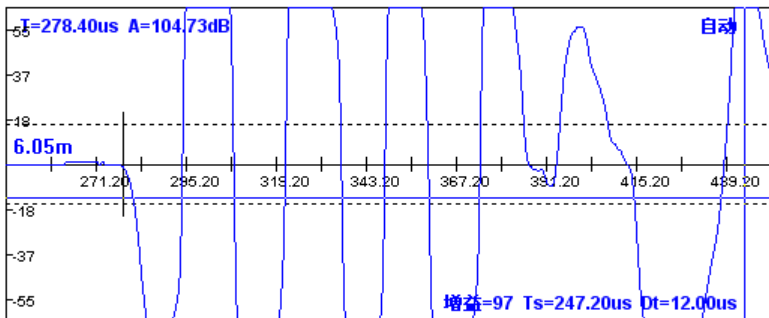

图 F1.2 削波波形
2. 当出现图 F1.2 所示波形时（首波削波，在 Y 向超出屏幕范围），应该按【-】键减小增益，使首波不削波，否则幅度值就不准确了。